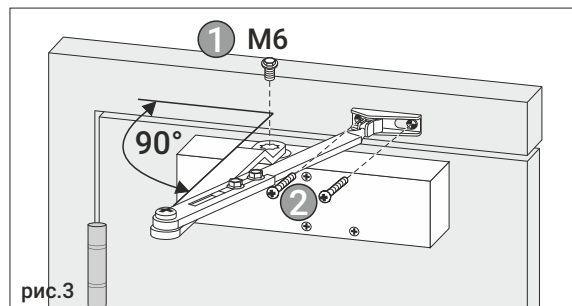

рис. 3
2. Установите на дверной доводчик складной телескопический рычаг строго под углом 90° к поверхности дверного полотна, зафиксировав его винтом M6 (рис. 3). Закрепите "башмак" рычага винтами M5 (шурупами), убедившись, что два фиксирующих телескопическую тягу винта не затянуты и позволяют увеличивать длину телескопической тяги без помех.